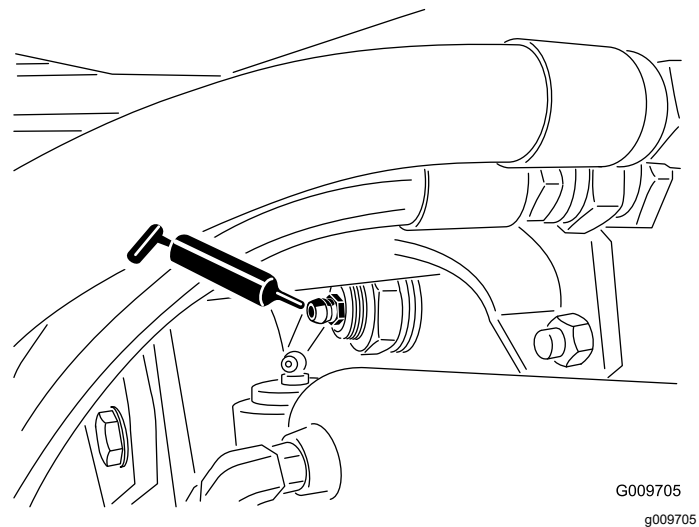

Figure 44
- Bagues de pivot d'essieu arrière (2), comme montré à la Figure 44